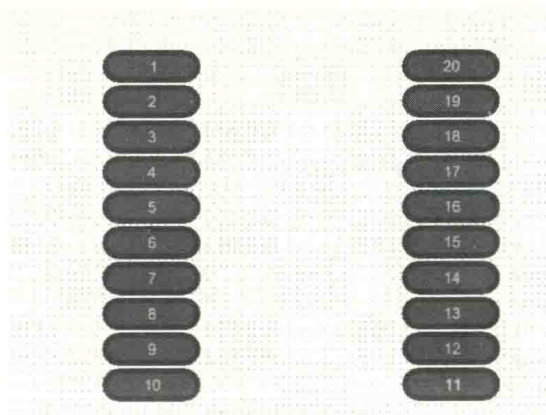

图 5-16 排列效果图
③ 一般来说，结合使用上述两种方法可以达到快速创建的效果，排列效果图如图 5-16 所示。